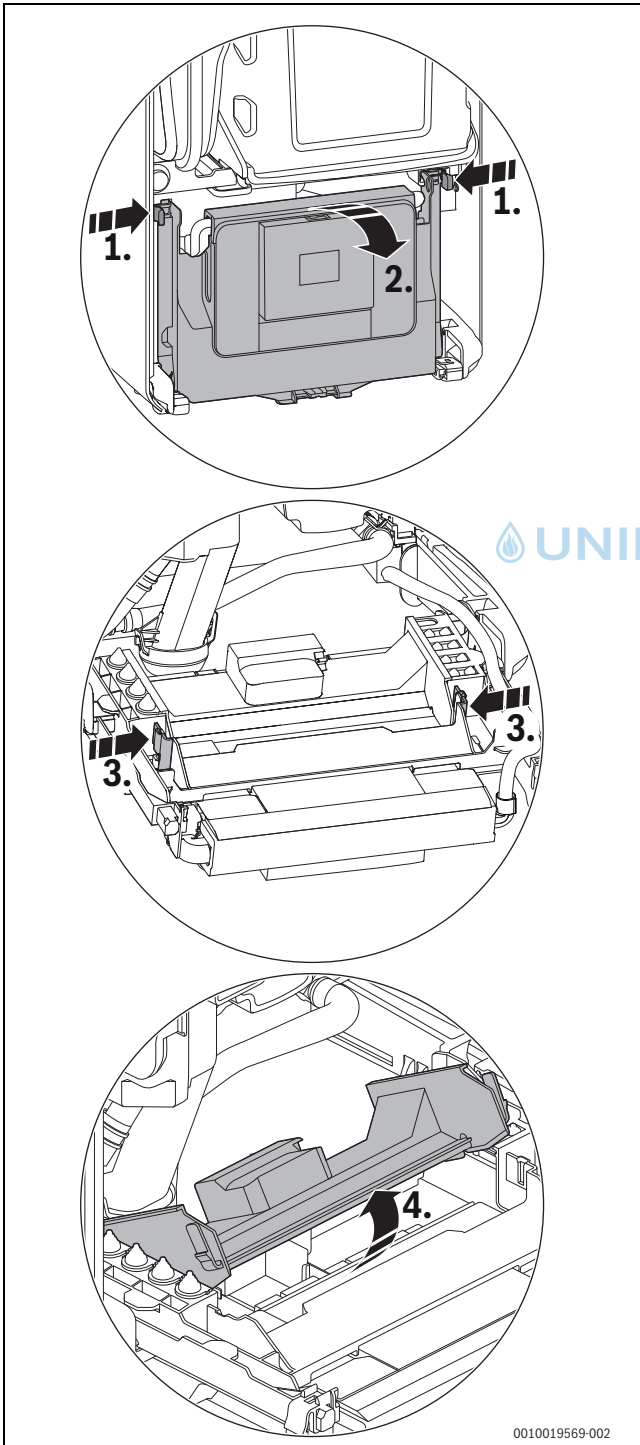

Bild 129 Abdeckung öffnen
▶ Steuergerät herunterklappen (→ Bild 129, Seite 63).